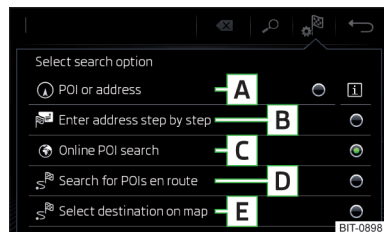

Fig. 221
### Superficies funcionales » fig. 221
- Luego pulsar la superficie funcional de un punto del menú para la búsqueda del destino **A**, **C** o **D** » fig. 221 de la pág. 195.
- Luego pulsar la superficie funcional → **E** » fig. 221 de la pág. 195.